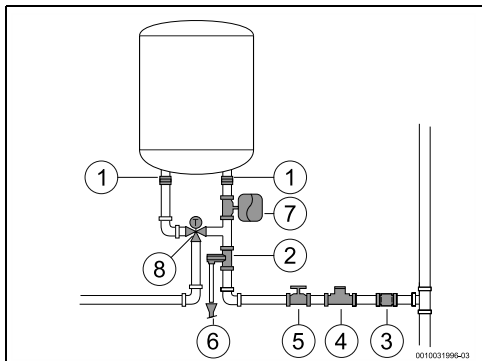

Fig. 11 Collegamento acqua
- ▶ Chiudere il rubinetto dell'acqua (→ fig. 11, [5]).
- ▶ installare una valvola riduttore di pressione (Fig. 11, [4]). La valvola di sicurezza è sempre attiva quando la pressione dell'acqua nello scaldacqua elettrico supera gli ( $\pm 0,5$  bar), e l'acqua di uscita CS deve essere quindi convogliata.
- ▶ installare un vaso d'espansione (Fig. 11, [7]) per arrestare l'apertura frequente della valvola by-pass. Il volume del vaso d'espansione deve essere equivalente a 5% del volume dell'apparecchio.